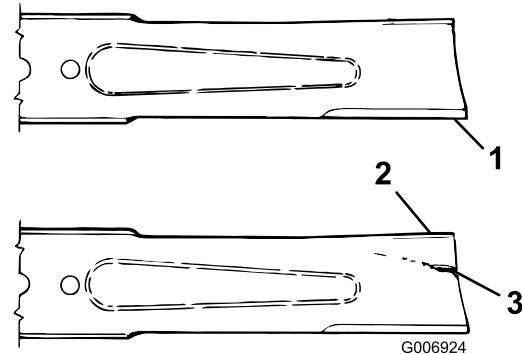

Figura 77
3. Examine cuidadosamente los extremos de corte de la cuchilla, sobre todo en el punto de reunión entre la parte plana y la parte curva de la cuchilla (Figura 77).
4. Si se aprecia desgaste (Figura 77), cambie la cuchilla; consulte Inspección del plano de la cuchilla \(página 77\).
Si se permite que la cuchilla se desgaste, se formará una hendidura entre la vela y la parte plana de la cuchilla (Figura 77). Con el tiempo, una parte de la cuchilla puede desprenderse y ser arrojada desde debajo de la carcasa, posiblemente causando lesiones graves a usted o a otra persona.